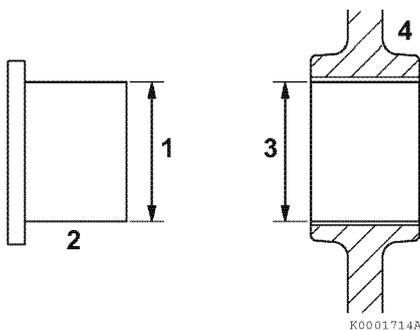

Figure 6-87
- Mesurez le diamètre extérieur (1, **Figure 6-87**) de l'arbre du pignon de renvoi (2, **Figure 6-87**). Voir *Axe et coussinet de pignon de renvoi* à la page 6-8 pour les spécifications.
- Mesurez le diamètre intérieur (3, **Figure 6-87**) du coussinet du pignon de renvoi (4, **Figure 6-87**). Voir *Axe et coussinet de pignon de renvoi* à la page 6-8 pour les spécifications.